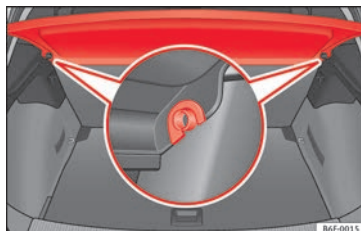

Fig. 164 Nel bagagliaio: smontare e montare il ripiano.
- Togliere il pianale dai supporti laterali » **fig. 164** tirandolo verso l'alto ed estrarlo.
- Inserire la copertura in modo orizzontale facendo coincidere la “mezzaluna” sull'asse dei supporti » **fig. 164** e premendo verso il basso fino a far scattare l'innesto.